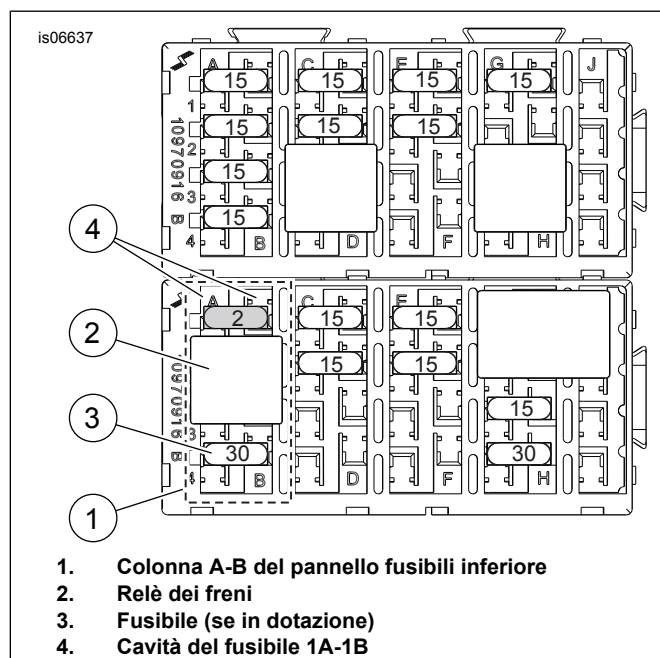

Figura 11. Cavità del fusibile P&A IGN (accensione P&A) (modelli Touring 2008 e anni successivi)
3. vedere Figura 11. Individuare la cavità del fusibile 1A-1B (contrassegnata con "P&A IGN", "2A MAX" sul coperchio) sul pannello fusibili inferiore (1). Rimuovere il relè dei freni (2) e il fusibile (3, se in dotazione) effettivamente installati nella colonna A-B, annotandone la collocazione.